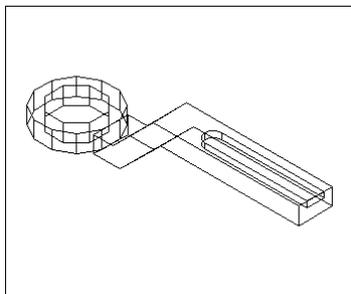

图 16-17
(15) 单击  按钮或者执行 Drawing→Region 命令，将上述多义线区域面化。
(16) 生成实体。单击  按钮或者在命令行直接输入 extrude，将上述多义线区域拉伸为 15 的实体。
(17) 差集处理。单击  按钮或者在命令行直接输入 subtract，从手柄上减去上述实体，结果如图 16-17 所示。